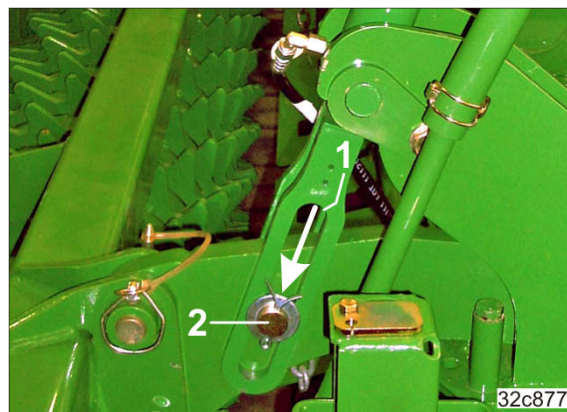

Рис. 111
- Вилка (Рис. 111/1) давит на палец (Рис. 111/2), фиксируя несущую стойку.